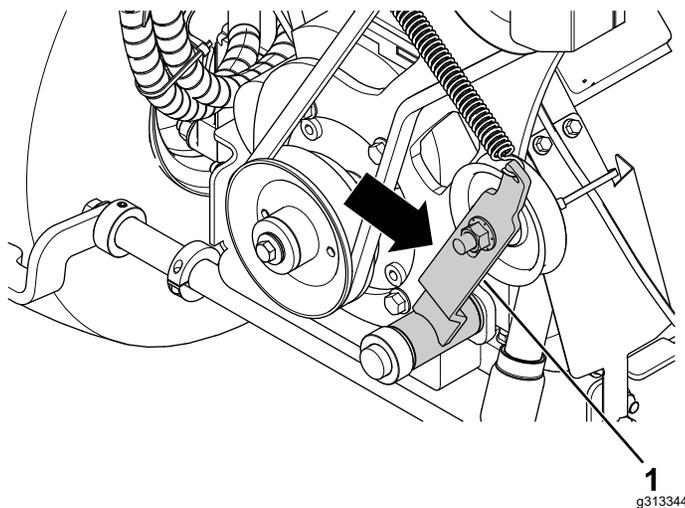

Figure 91
4. Écartez le bras de tension de la courroie et déchaussez la courroie existante des poulies (Figure 91).